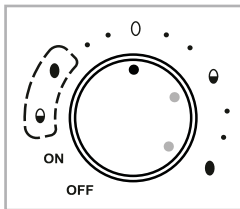

Fig. 4
- Sélectionnez le **symbole d'œuf** de la zone de réglage respective (fig. 4) si les œufs sont plus gros que la moyenne (taille XL)